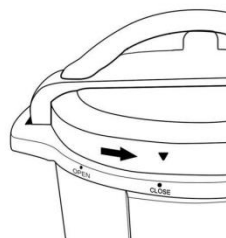

Figura 3
Prestare attenzione ai segni "OPEN" ("APERTO") e "CLOSE" ("CHIUSO") al bordo del corpo della pentola a pressione (13) e "▼" sul bordo del coperchio (2). Per una regolare chiusura e bloccaggio del coperchio della pentola a pressione (2) allineare sempre i segni "CLOSE" sull'anello superiore (9) e "▼" sul bordo del coperchio (2) (Figura 3).